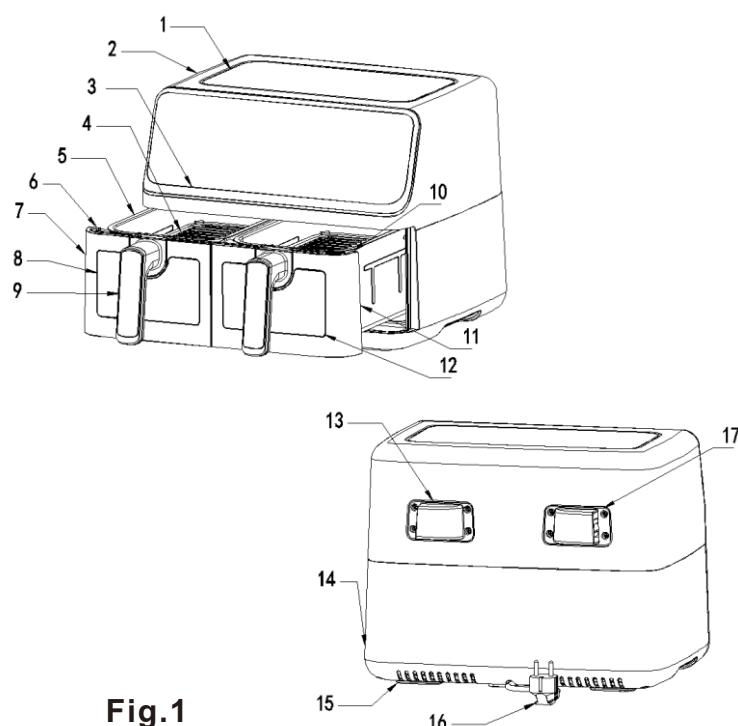

Fig.2
- Cualquier superficie accesible puede calentarse durante el uso (Fig. 2).